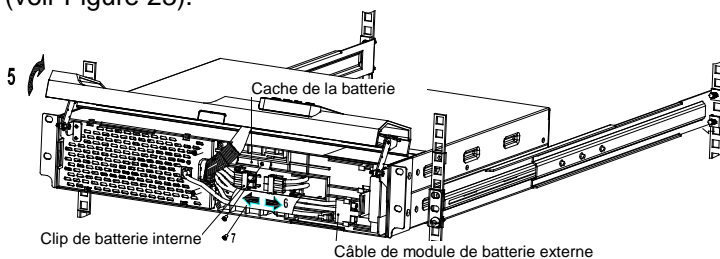

Fig. 23 : Déconnexion des batteries internes de l'UPS
6. Débranchez le connecteur de batterie interne et le connecteur de batterie externe (EBM, External Module Battery). Si le câble EBM n'est pas relié à un module de batterie externe, déclipsez-le et placez-le sur la gauche pour faciliter l'accès aux composants internes (voir Figure 23).
7. Retirez et mettez de côté les deux vis du cache de la batterie (voir Figure 23).
8. Retirez délicatement le cache de la batterie par l'un de ses bords et mettez-le de côté. La Figure 23 indique l'emplacement du cache de la batterie.
Si le câble EBM n'est pas relié à un module de batterie externe, remplacez-le sur son support, placé sur le cache de la batterie. Voir Figure 23.